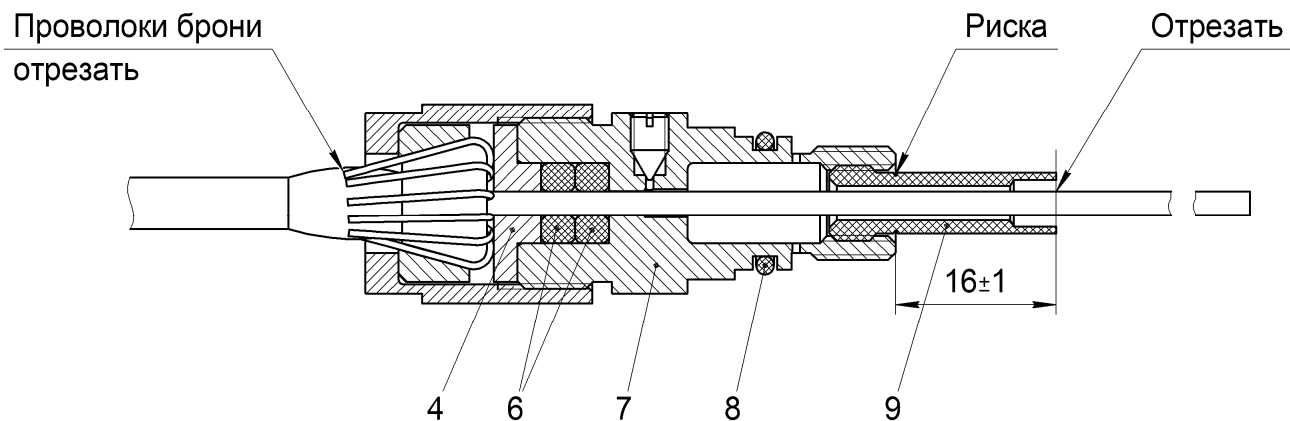

Рисунок 4
5.6 Надеть на освобожденную от брони токопроводящую жилу шайбу 4, кольца 6 и корпус верхний 7, втулку 2 и гайку 1 сдвинуть по кабелю до упора во втулку 3, и затянуть гайку 1 крутящим моментом 40 Н·м (см. рис. 4).